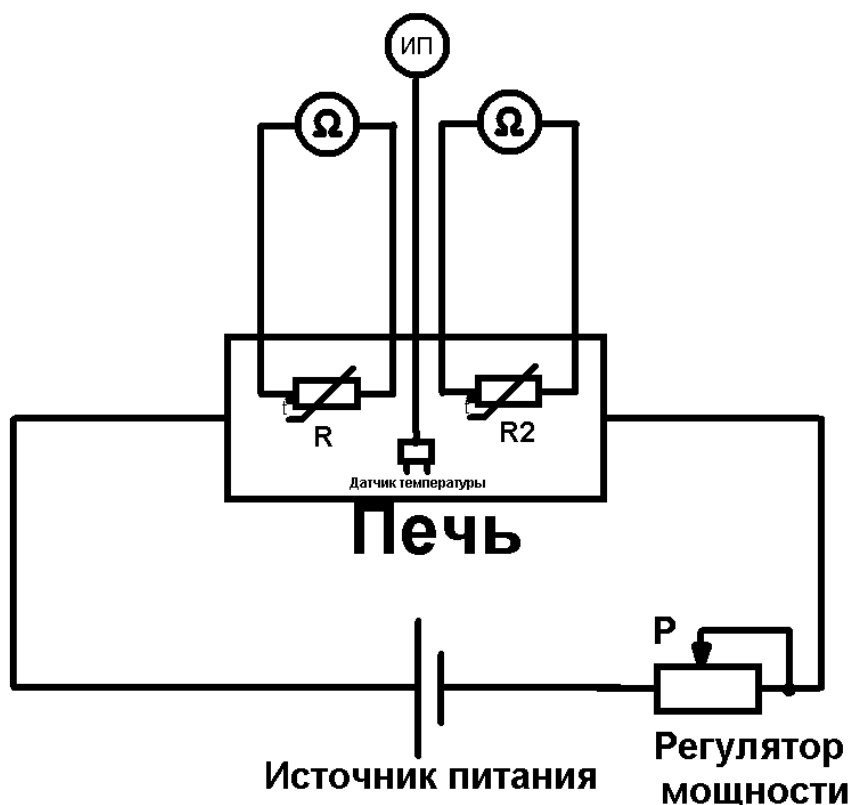

Рис. 1. Упрощенная принципиальная блок-схема установки ФМБ-3
Изучение характеристик терморезисторов производится на установке ФМБ-3, принципиальная блок-схема которой приведена на рис.1 (упрощенно). Конструктивно установка состоит из узкой и длинной электропечи (для равномерного нагрева) с регулируемой мощностью нагрева, в которую помещаются два (R и R2 на схеме, $R=R1$) исследуемых образца терморезисторов с положительным и отрицательным ТКС. Температура t в электропечи измеряется высокоточным цифровым термодатчиком, также введенным в полость электропечи. Сигнал с термодатчика подается через встроенное АЦП на измерительный прибор ИП и индицируется в **градусах Цельсия**. Точность измерения температуры термодатчика составляет ± 1 °С. Все измеренные и контролируемые параметры (мощность нагрева P, температура t а также сопротивления образцов R1 и R2 выводятся на LCD ЖКД дисплей). Для переключения омметра в режим измерения первого R1 либо второго R2 сопротивления служит кнопка «ОБРАЗЕЦ».
1. Перед началом работы ознакомится с принципиальной схемой учебной установки рис. 1, разобраться в назначении ручек и измерительного прибора. Проверить целостность сетевого провода